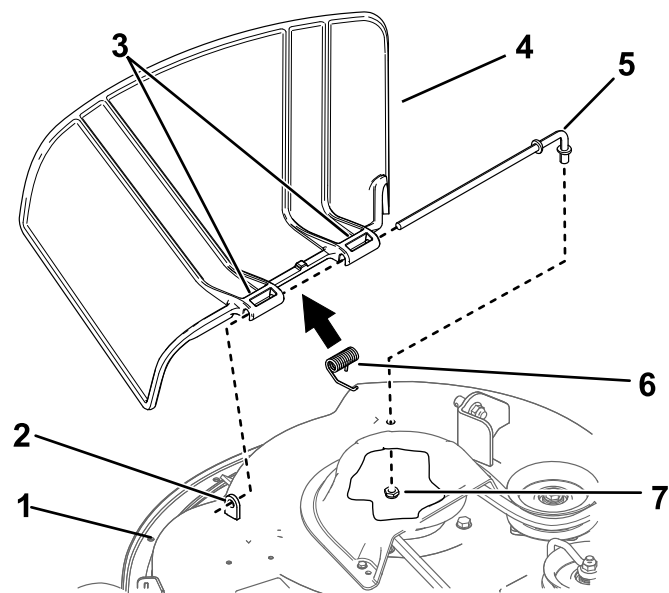

Figure 69
1. Retirez l'écrou ($\frac{3}{8}$ po) de la tige, sous le tablier de coupe (Figure 69).
2. Sortez la tige de la courte cheville de positionnement, du ressort et du pivot d'herbe (Figure 69).
4. Montez le nouveau déflecteur d'herbe (Figure 69).
7. Insérez la tige dans le deuxième support du déflecteur d'herbe (Figure 69).
9. Fixez l'extrémité arrière de la tige dans le tablier de coupe à l'aide d'un écrou ($\frac{3}{8}$ po), comme montré à la Figure 69.